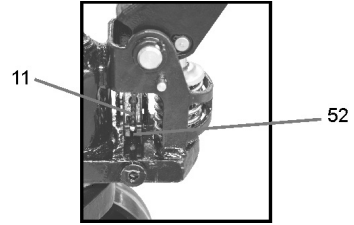

Fig. 5 –
- c. Enganche la punta (perno roscado y tuerca "11") de la cadena "10" en la ranura del vástago de ajuste "52", según fig. 5;